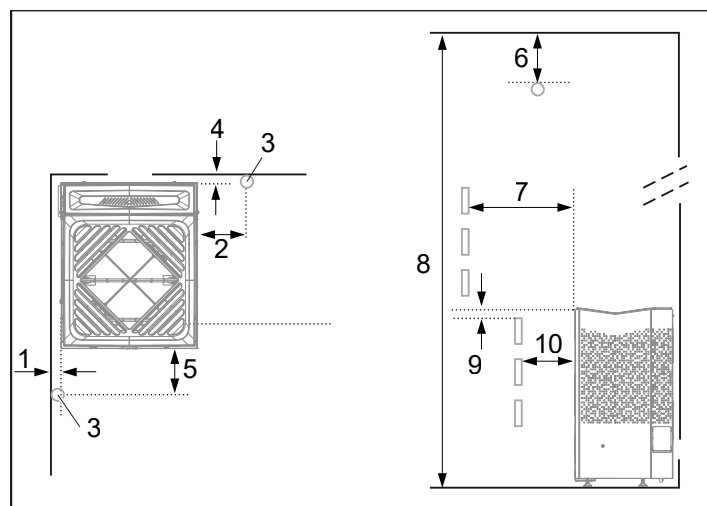
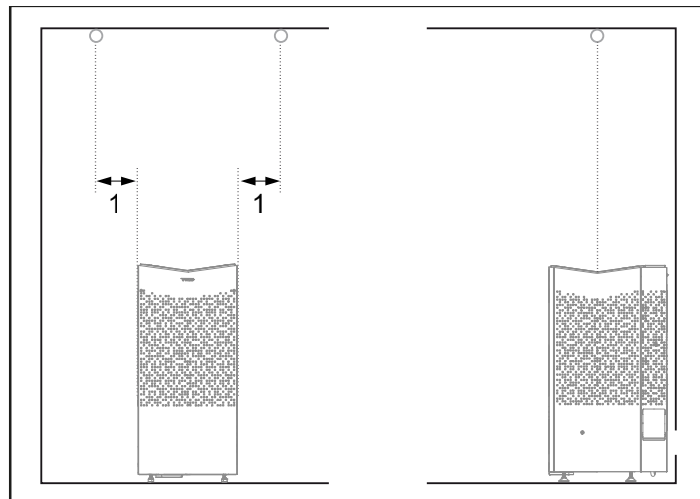

Fig 3: Placering av bastuaggregatet - normalmontage
Fig 4: Takmontering av sensorn
- Planera bastuaggregatets placering (se Avsnittet Aggregatets placering - normalmontage, fig 3).
- Planera sensorns placering (se Fig 3 samt Fig 4).
- på säkert avstånd till golvet, sidoväggar och inredning (se Fig 3).
Placera sensorn enligt bilden (se Fig 3), tänk på att inte någon aktiv friskluftsventil närmare än 1000 mm.
Om väggen på vilken sensorn ska installeras är gjord av mycket värmeabsorberande material (t.ex. betong, tegel m.m.) eller om väggen är gjord av härdat glas, kan sensorn placeras i taket med avstånd från aggregatet enligt Fig 4.